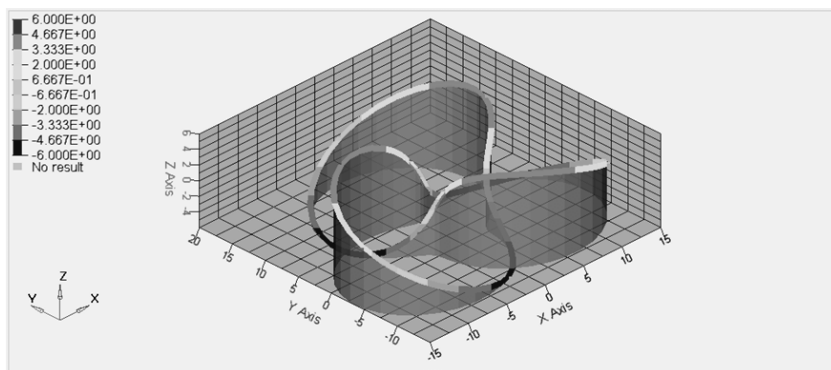

图 13-141 绘制云图
- (2) 激活 Line 标签。
- (3) 改变曲线的宽度和颜色。
- (4) 激活 Shade area under line 选项。
- (5) 控制 Shade Intensity 选项下的移动滑块，设置值为 0.75。
- (6) 激活 Contour 选项。
- (7) 在下拉菜单中选择 Z 轴。
- (8) 重复上一步，选择 Y 轴，结果如图 13-141 所示。